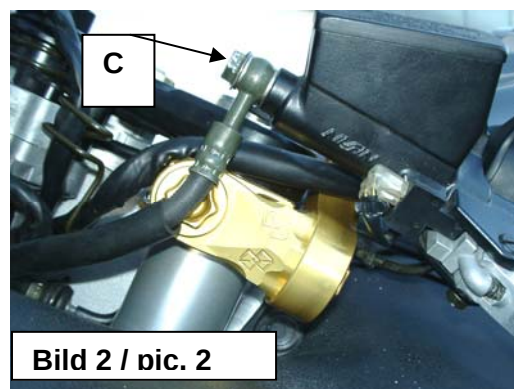

Bild 2 / pic. 2
9. Kupplungsleitung an Behälter nach vorne drehen. Bild 2 [C].